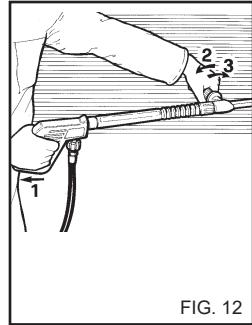

FIG. 12
## HET GEBRUIK VAN DE DUBBELE SPUIT OF VAN DE REGELBARE KOP (Fig. 12).
**2) Verwijder het verlengstuk van de handgreep en breng de dubbele lans of de lans met verstelbare kop (fig.14) aan, bedien de hogedrukreiniger, bedien het aanzuigcommando van het reinigingsmiddel op de lans (fig. 12, 13) en besprenkel het te reinigen oppervlak van beneden naar boven.**